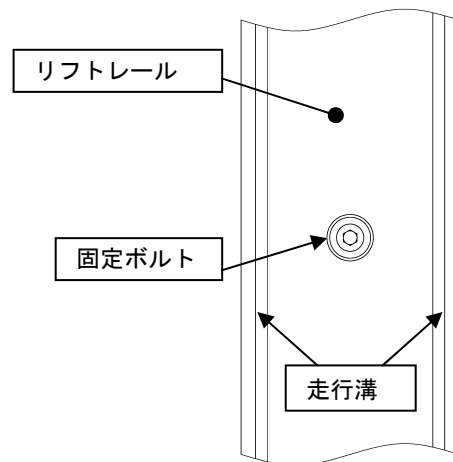

Fig.9 リフトレールの給脂箇所
- ・新しいグリース(リチウム石けん基グリース No.1)をレールの走行溝部に塗布してください。(Fig.9)
⑥ポンプのオーバーホール